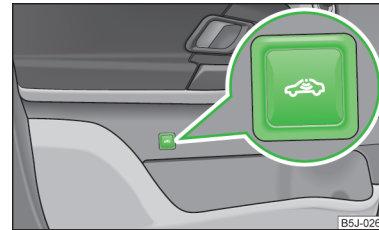

Abb. 34
- Die Symboltaste  » Abb. 34 in der Fahrertür drücken.